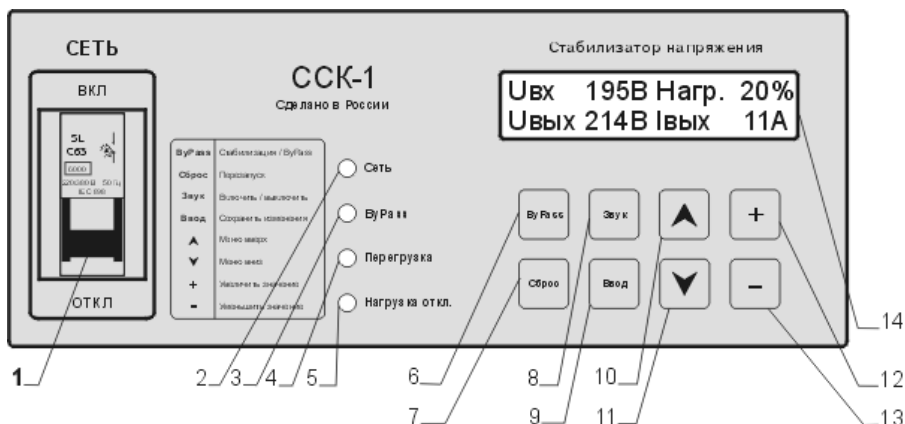

Рис.4. Панель управления и индикации.
1-основание, 2-боковина (правая + левая), 3-панель коммутационная, 4-задняя стенка, 5-крышка, 6-лючок, 7-панель блока силового, 8-основание панели управления, 9-скоба крепления панели управления, 10-панель управления (см.рис.4), 11-передняя панель, 12- узел крепления транспортировочной рукоятки.
XS1 – блок клемм (см.рис.4), QF2 – автоматический выключатель «Защита блока силового», TA1 – датчик тока блока силового, T1 – силовой трансформатор, TA2 – датчик тока нагрузки, SR1 – реле защиты блока силового, SR2 – выходное реле, XS2 – клемма управления контактором, XS3 - разъем для подключения ПК.
На панели управления и индикации (см.рис.4) находятся: автоматический выключатель «Защита БС» (1),, светодиодные индикаторы (2...5), табло ЖКИ (14) и клавиатура управления (6...13).